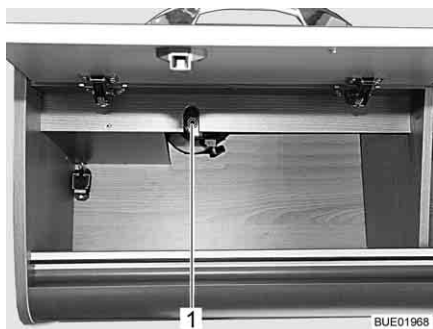
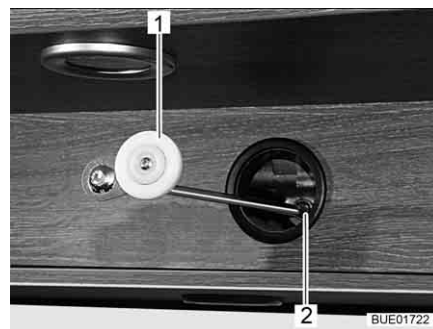

Bild 129 Åtkomst till drivenheten (Lyseo)
Bild 130 Mekanisk betjäning, drev
- Om fästet (Bild 129,1) för drivningen finns monterat i väggskåpet: Öppna väggskåpet.
- Stick den medföljande veven (Bild 130,1) eller insexnyckeln i hållaren vid motorn (Bild 130,2 eller Bild 129,1).